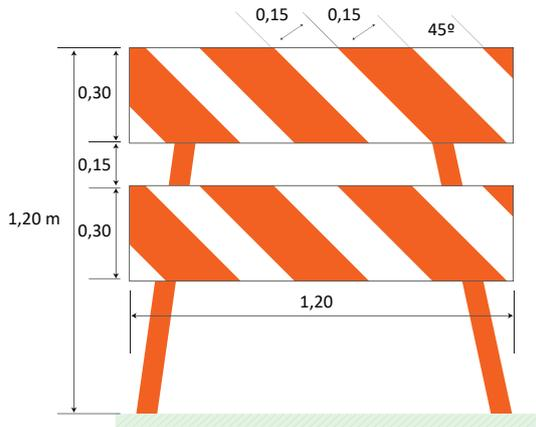

Figura 12 - Barreira Tipo II
**Barreira Tipo II:** utilizada para transferir o fluxo de veículos para as faixas remanescentes da via ou desvios, e para delimitar a área dos serviços das obras fixas, consistindo em dois painéis de sinalização, conforme a figura 12.
2. As barreiras para sinalização viária tipo I na posição vertical (figura 11), e tipo II (figura 12) podem ser utilizadas em vias de qualquer velocidade regulamentada.